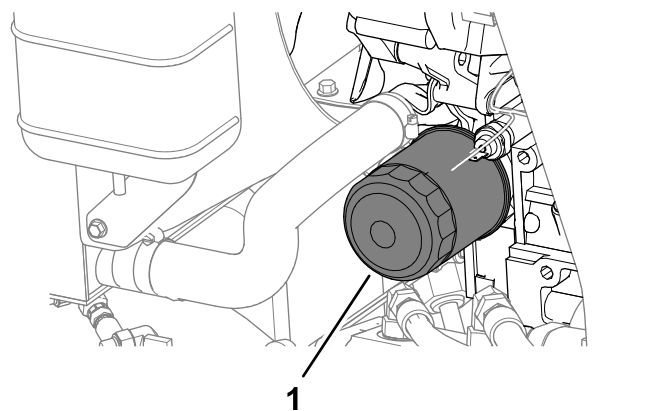

Figura 71
4. Togliete il filtro dell'olio (Figura 71).